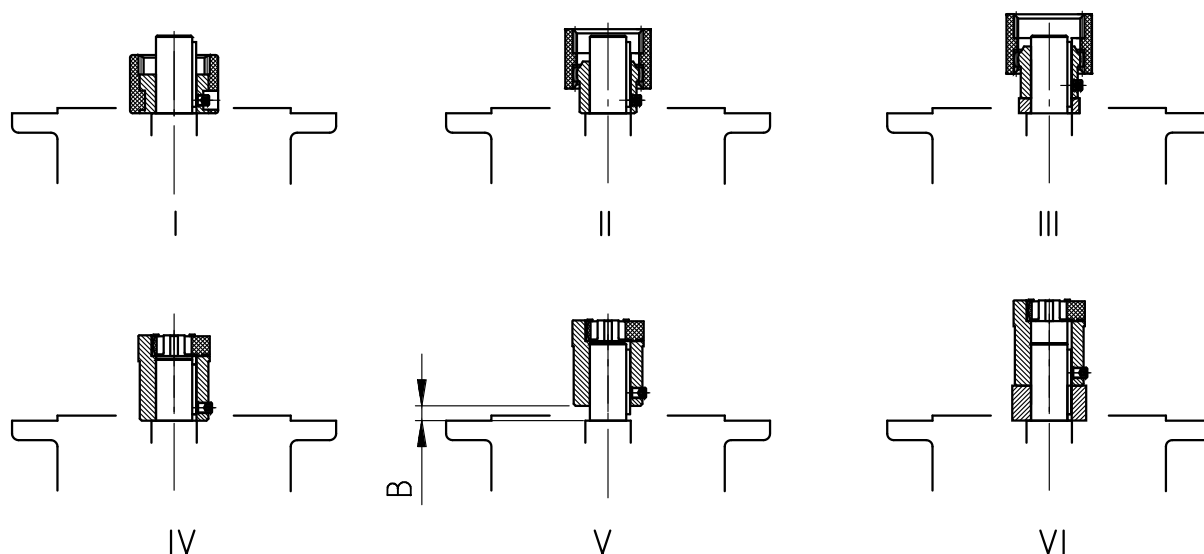

Figura 16: Montaje del acoplamiento en el eje motor en el caso de diferentes tipos de acoplamiento
3. Presente el manguito de acoplamiento sobre el eje del motor de forma que la chaveta del motor encaje en la ranura del manguito. Apriete el manguito de acoplamiento de acuerdo con las indicaciones del fabricante del motor. En el caso de reductores coaxiales estándar se debe tener en cuenta la dimensión B entre el manguito de acoplamiento y el tope (véase "Figura 16"). En el caso de algunos **adaptadores NEMA**, ajuste la posición del acoplamiento según lo indicado en la etiqueta adhesiva.
4. Monte la chaveta incluida en el envío (véase "Figura 16: Montaje del acoplamiento en el eje motor en el caso de diferentes tipos de acoplamiento").
8. Monte el motor en el adaptador. Monte también la corona dentada o el casquillo dentado incluidos en el envío (ver Figura 16: Montaje del acoplamiento en el eje motor en el caso de diferentes tipos de acoplamiento). En el caso del adaptador AN360TC y AN400TC, primero debe fijarse la brida del adaptador al motor y solo después debe atornillarse el motor al adaptador.